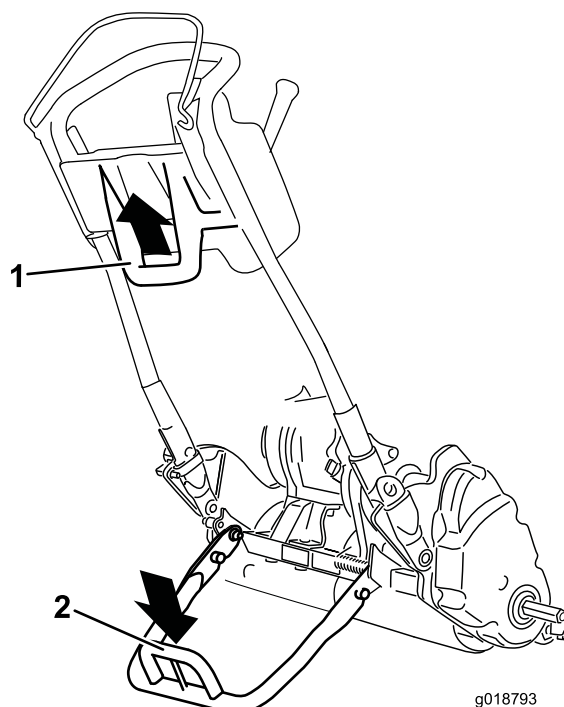

Figura 19
- Para utilizar el caballote para instalar las ruedas de transporte, bájelo al suelo y pise la barra del caballote, tirando del manillar inferior central de la máquina hacia arriba y hacia atrás (Figura 19).